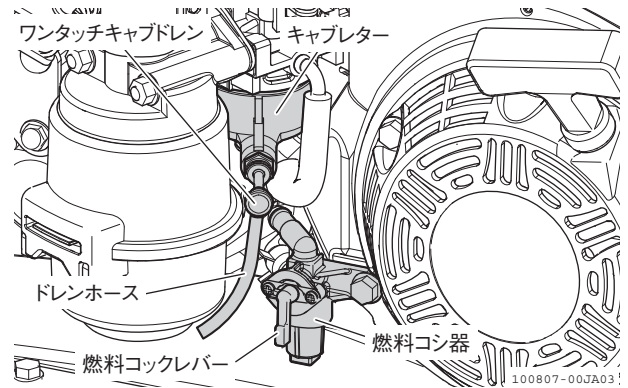

図 4-12 燃料の抜きかた
2. ワンタッチキャブドレンを引いて、キャブレター内の燃料を抜きます。（図 4-12）
3. 燃料が全部抜けきったら、ワンタッチキャブドレンを放します。（図 4-12）